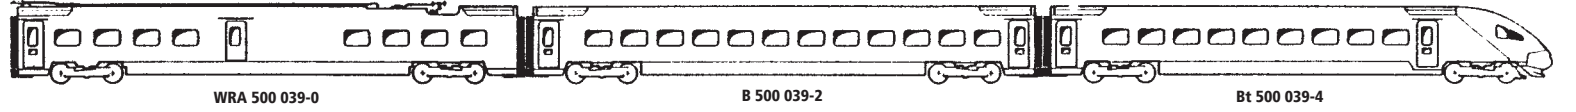

Fig.1
**Unwrap model:** Take out the model cautiously with foil (fig. 1).
**Déballage du modèle:** Veuillez sortir le modèle de son emballage avec précaution et à l'aide du film transparent (fig. 1).